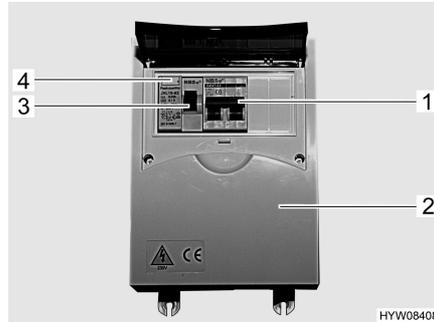

Bild 52 230-V-Sicherungskasten mit Leitungsschutzschalter und FI-Schalter
Ein Fehlerstrom-Schutzschalter (FI-Schalter) (Bild 52,3) im Sicherungskasten (Bild 52,2) sichert das gesamte Fahrzeug gegen Fehlerstrom (0,03 A) ab. Der nachgeschaltete Leitungsschutzschalter (10 A) (Bild 52,1) sichert die 230-V-Steckdosen, den Kühlschrank und den Elektroblock ab.
- Wenn das Fahrzeug an die 230-V-Versorgung angeschlossen ist, die Prüftaste (Bild 52,4) drücken. Der Fehlerstromschutzschalter (FI) muss auslösen.